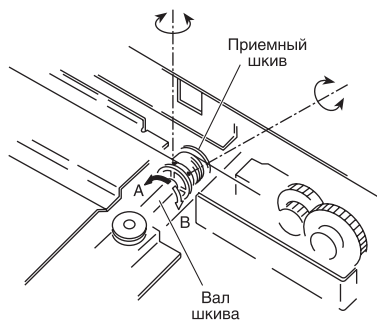

Рис. 26. Поворот шкива привода
4. Если ширина La больше ширины Lb , ослабьте крепежные винты дальнего шкива привода базы зеркал и поверните шкив привода в направлении стрелки В (см. рис. 26). Не двигайте вал шкива. Если ширина